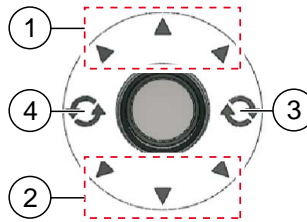

Fig. 3: Fonctions du joystick
- En avant/en arrière Fig. 3 (1,2)
- Zone de rotation Fig. 3 (3,4)
- Dans les zones pour les déplacements en avant (1) ou en arrière (2), la caravane peut être déplacée de façon continue dans la direction sélectionnée.
- Si le joystick est déplacé latéralement dans une zone de rotation, la caravane tourne à droite (3) ou à gauche (4) sur son propre axe.